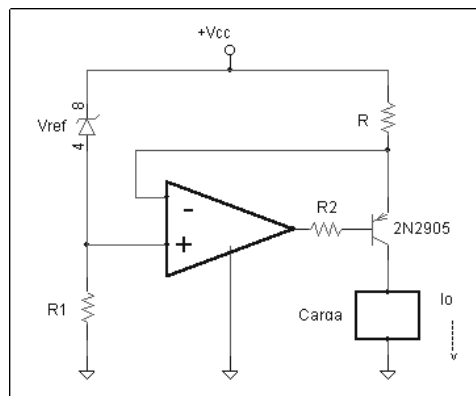

Figura 2
- El circuit de la figura 2 utilitza com a amplificador operacional el model 741 amb $V_{cc}=15 \text{ V}$ i el díode de referència LM385 de 2,5 V, el qual té un corrent de polarització de 0,5 mA. El transistor utilitzat és el model 2N2905 amb $R_2=1 \text{ k}\Omega$. a) Obteniu els valors de R i R1 per a un corrent $I_o=100 \text{ mA}$, b) Suposant per al transistor bipolar una $\beta=100$, $V_{ce,sat}=0,2 \text{ V}$ i per a un corrent de base $I_B=1 \text{ mA}$, obteniu el marge de tensió en la càrrega i esbrineu si el 741 està funcionant dins de les seues especificacions ($V_{OH}=13 \text{ V}$, $I_{SC}=25 \text{ mA}$).